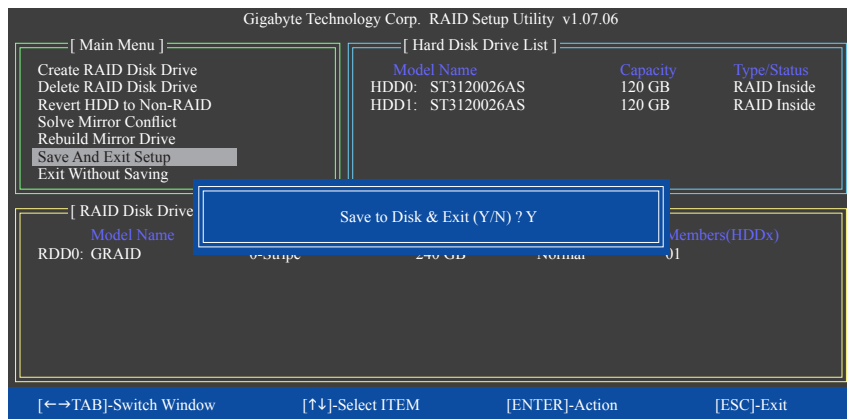

図 10
7. **Save and Exit Setup:** RAID アレイを構成した後、メイン画面で **Save And Exit Setup** 項目を選択し、設定を保存してから RAID BIOS ユーティリティを終了し、<Y>を押します(図 10)。